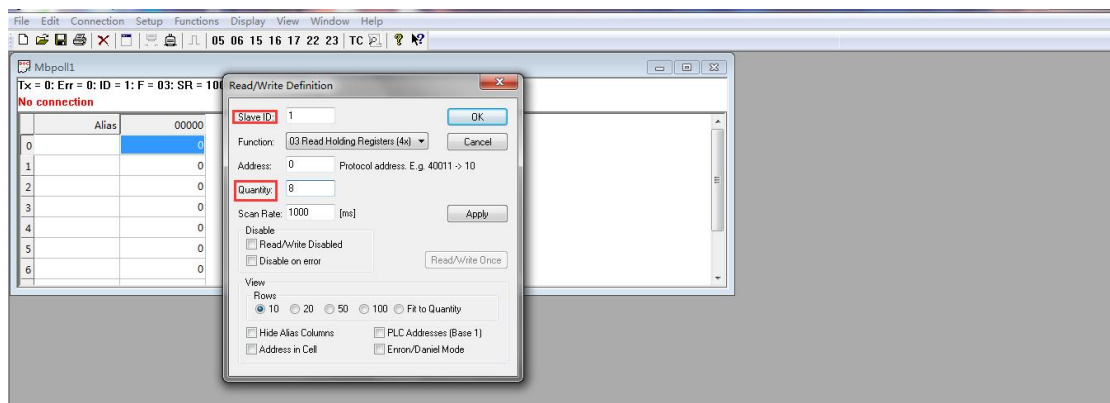

图 3
4. 根据图 3 修改，slave ID 为主机地址，应与 THT02 地址一致才能通信（THT02 地址通过拨码开关设置）；quantity 为寄存器数量，THT02 寄存器数为 8 个，修改完后点击“OK”